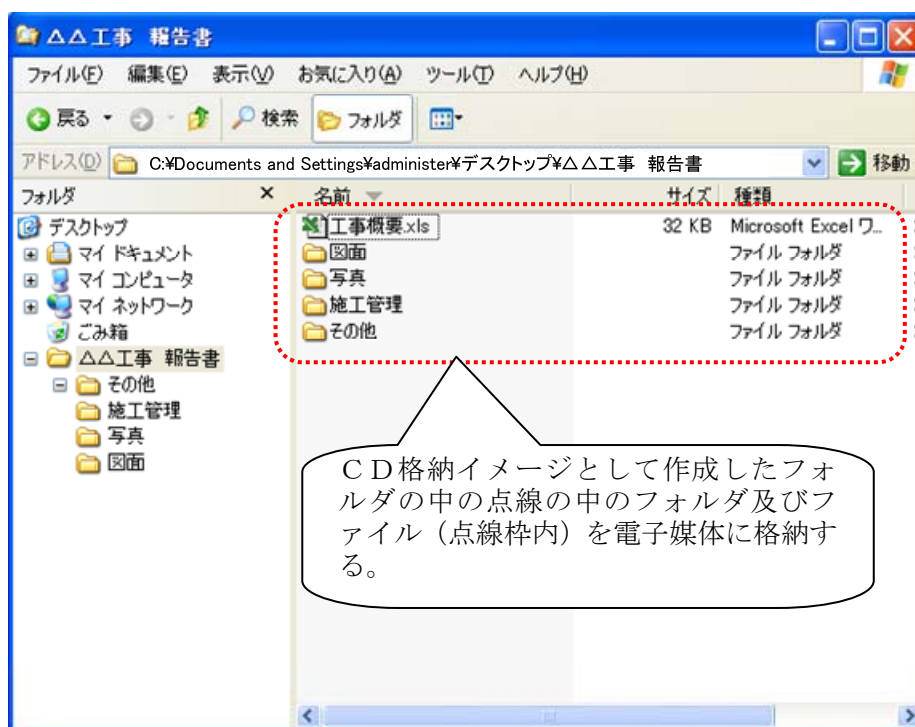

図 2-12 電子成果品のCD格納イメージ (パソコンの画面例)
- ・ パソコンのハードディスク等に新たにフォルダを作成し、「2.5 電子成果品の作成」に従って作成した「工事概要」「図面」「写真」「施工管理」「その他」等のファイル及びフォルダを格納する。(図 2-12 参照)